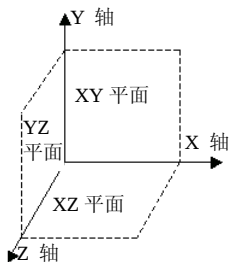

图 5.1.2 坐标系
- （1）选取或定义一个用于定位的三维坐标系或三个垂直的空间平面，如图 5.1.2 所示。
的(如图 5.1.2 所示),这三个平面的交点就是坐标原点,XY 平面与 XZ 平面的交线就是 X 轴所在的直线,XY 平面与 YZ 平面的交线就是 Y 轴所在的直线,YZ 平面与 XZ 平面的交线就是 Z 轴所在的直线。这三条直线按笛卡儿右手定则确定方向,就产生了 X、Y 和 Z 轴。